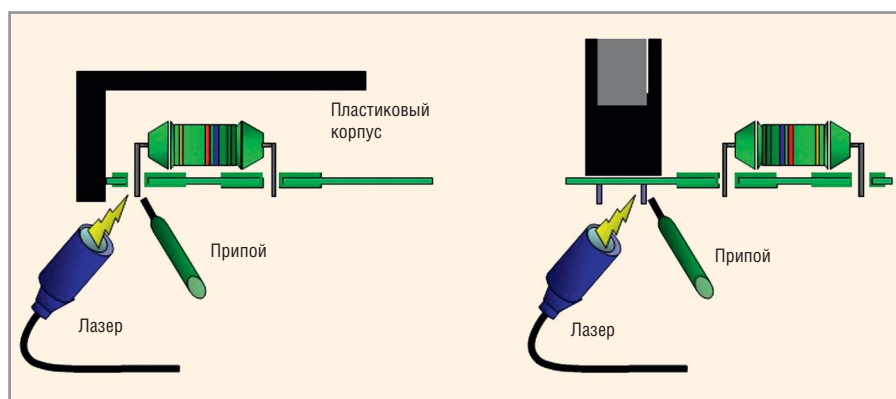

Рис. 2. Достоинства лазера: аккуратный (точный) нагрев, возможность паять компоненты на площадки малых размеров с малым шагом, вблизи пластмассового корпуса
- **Высокая точность позиционирования зоны нагрева и контроля её размера** – важнейшее свойство для работы с монтажом высокой плотности. Это даёт возможность паять компоненты, в том числе с минимальным шагом выводов, на площадках весьма ограниченных размеров, рядом с высокими комплектующими и элементами, чувствительными к тепловому воздействию – в частности, с изделиями в пластмассовых корпусах (см. рис. 2). Исключает механические напряжения в материале платы, которые возникают при пайке в классических системах волновой и селективной пайки.